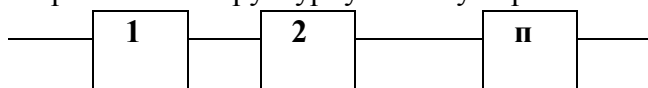

Рис. 1 Последовательное соединение элементов (подсистем) в технической системе
1) если отказ элемента приводит к отказу всего объекта, то элемент считается встроенным в структурную схему последовательно (рис. 1);
**Третий этап:** является основным этапом, на котором составляется структурная (логическая) схема надежности водогрейной котельной как технической системы. Составляется структурно-логическая схема в соответствии с рис. 1 и/или 2. Эта схема характеризует состояние (работоспособное или неработоспособное) ТС в зависимости от состояния отдельных элементов (подсистем). При построении схемы используйте нумерацию элементов (подсистем) ТС, как в таблице 1: 1- водогрейный котел; 2 - газовая горелка; 3- запальное устройство; 4- датчик контроля пламени; 5- клапан запорный; 6-клапан отсечной.
Технологическая система Терминала представлена на рис.1. Топливный газ подводится от магистрального газопровода (МГ) очищается от влаги и примесей и подается в распределительную сеть. Постоянный персонал на Терминале отсутствует, управление процессом осуществляется из операторной Объединенного берегового технологического комплекса подготовки нефти и газа (ОБТК). Функционирование системы контрольно-измерительных приборов (КИП) и автоматики обеспечивается электроэнергией от газогенераторов; в аварийных ситуациях электроснабжение может кратковременно поддерживаться источником бесперебойного питания (ИБП).